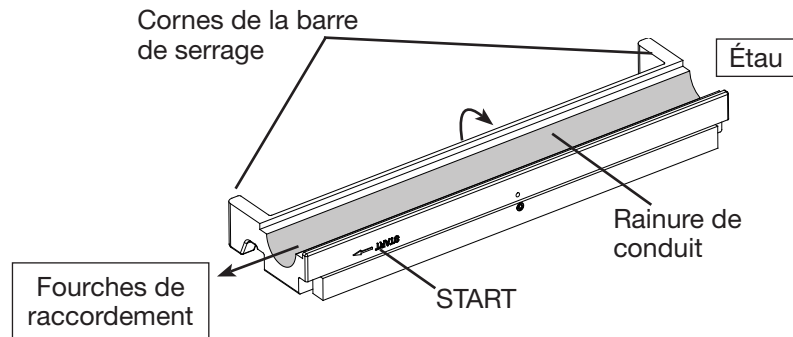

Figure 12
2. Choisir la barre de serrage qui correspond à la taille du conduit. Tourner jusqu'à ce que les cornes de la barre de serrage soient en place et insérer l'extrémité « START » entre les fourches de raccordement, à l'écart de l'étau. (Fig. 12)